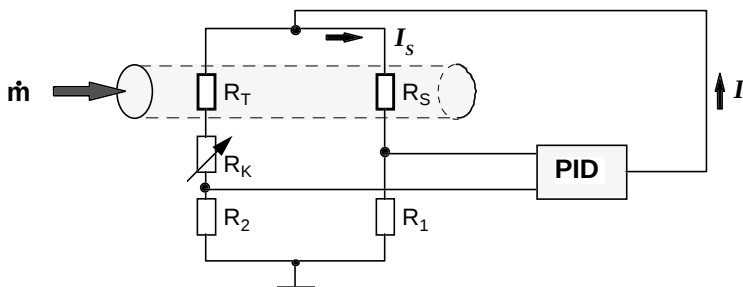

Figure 3: Schéma de fonctionnement du capteur thermique de débit
Dans un circuit en pont, on maintient constante la différence température entre la résistance chaude (R_T) et une sonde de température (R_S) placée devant celle-ci dans le flux du fluide (figure 3). Le courant de pont (I) nécessaire à cet effet est une mesure de la vitesse du gaz en écoulement.